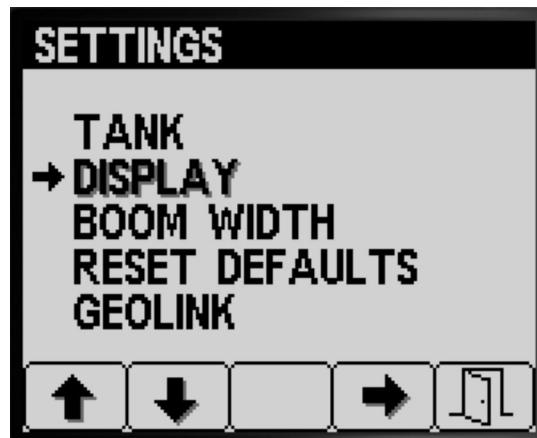

Bild 16
1. Drücken Sie Taste 1 oder 2, um auf die Option DISPLAY zu navigieren (Bild 16).
2. Drücken Sie Taste 4, um das DISPLAY-Untermenü auszuwählen (Bild 16).